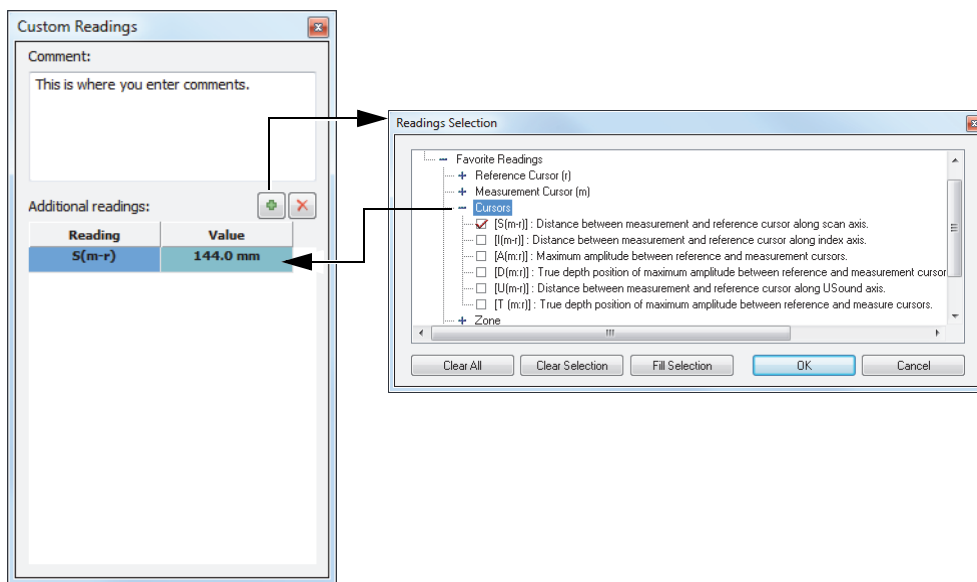

Рис. 6-5 Добавление примечания и дополнительного показания
- c) В открывшемся диалоговом окне **Польз. показания** (Рис. 6-5 на стр. 189) создайте примечание для данного показания в поле **Примечание**.
9. В таблице показаний можно также включить дополнительные показания (Рис. 6-5 на стр. 189):